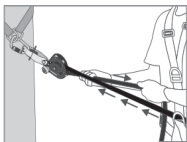
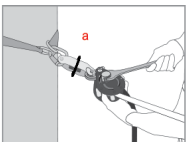

Fig. 3
Fig. 4
Após a instalação da corda de salvamento, a tensão deve ser pré-regulada, puxando manualmente a corda (lado do nó de extremidade – Fig. 3). Automaticamente, o came (8) e a alavanca do came (4) devem entrar em contacto com as cordas. Baixe a alavanca do came (4) e, com recurso a uma chave adaptada, aplique tensão sobre o eixo de regulação da tensão (1) até que a anilha do indicador de tensão (a) colocada no indicador de tensão (2) rode facilmente (Fig. 4). Se rodar facilmente, NÃO APERTE MAIS! Tal corresponderá a uma pré-tensão da corda de cerca de 0.5 kN. Durante a utilização, verifique regularmente a tensão (rotação da anilha do indicador de tensão) e ajuste conforme necessário, de acordo com as instruções abaixo. **ATENÇÃO!** Não tente despertar o eixo de regulação de tensão (1) com a chave. O came (8) resiste a essa ação e resiste às rotações no sentido contrário ao dos pontos do relógio. Despertar bruscamente neste sentido pode afetar gravemente o funcionamento do sistema e o estado da corda.